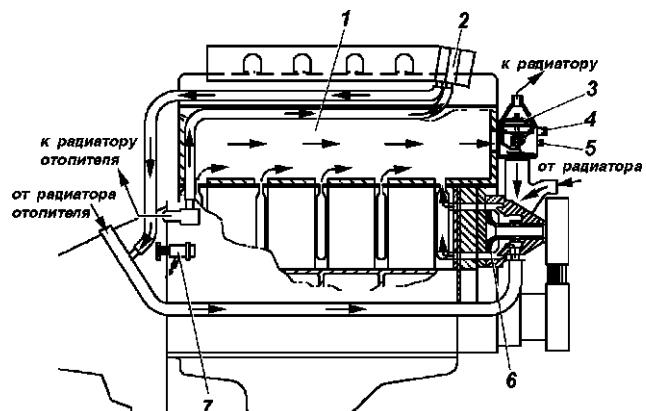

Рис. 4.10. Схема системы охлаждения двигателя:
**Система охлаждения двигателя** показана на рис. 4.10. В качестве охлаждающей жидкости применяется низкозамерзающая жидкость ОЖ-40 "Лена" или ТОСОЛ-А40М.